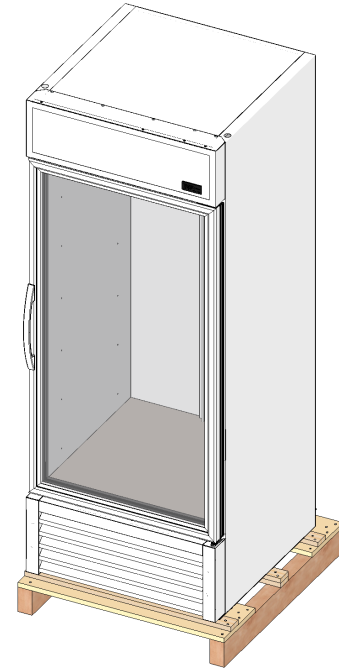

Fig. 1. Retire el embalaje exterior.
1. Retire el embalaje externo (cartón, plástico de burbujas, esquinas de poliestireno y plástico transparente). Véase la fig. 1. Verifique que no haya daños ocultos. Efectúe inmediatamente la debida reclamación ante la empresa de transporte que hizo la entrega.